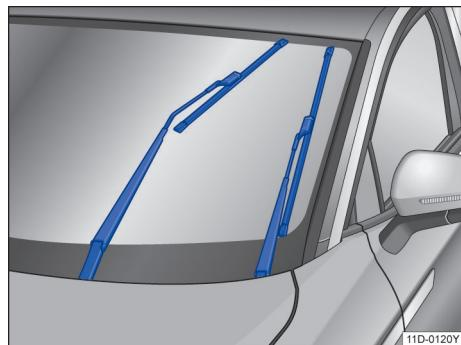

图 142 处于维护位置的刮水片
- 将风窗玻璃刮水器拨杆向上拨至点动刮水位置。使刮水器处于维护位置→图 142。